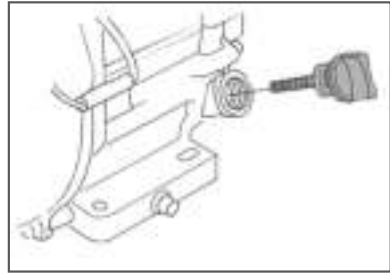

Рис. 8 Крышка-щуп маслозаливной горловины
2. Открутите крышку-щуп маслозаливной горловины и извлеките щуп (Рис. 8).
2. Открутите крышку-щуп маслосаливной горловины и извлеките щуп (Рис. 8).